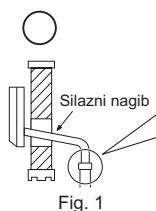

Fig. 1
- Odvodno crijevo treba biti usmjerena prema dolje radi lakog protoka odvoda. (Fig. 1)
- Položite cijevi za rashladno sredstvo i odvodno crijevo zajedno, zatim čvrsto omotajte filc traku (4) od kraja. Širina preklapanja filc trake (4) treba biti 1/3 širine trake. Koristite graničnik trake na kraju filc trake (4).
- Izvucite odvodnu kapicu na stražnjoj desnoj strani unutarnje jedinice. (Fig. 1)
- Izrežite bakrenu cijev pravilno pomoću alata za rezanje cijevi. (Fig. 1, 2)